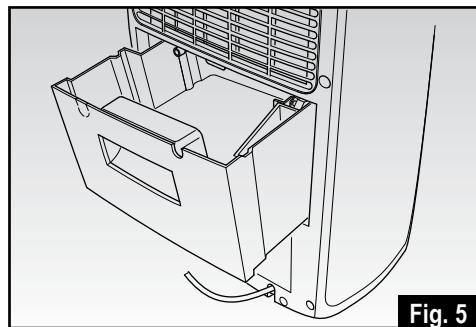

Fig. 5
L'acqua di condensa può essere raccolta direttamente nella vaschetta (F). La vaschetta è facilmente estraibile (Fig. 5).